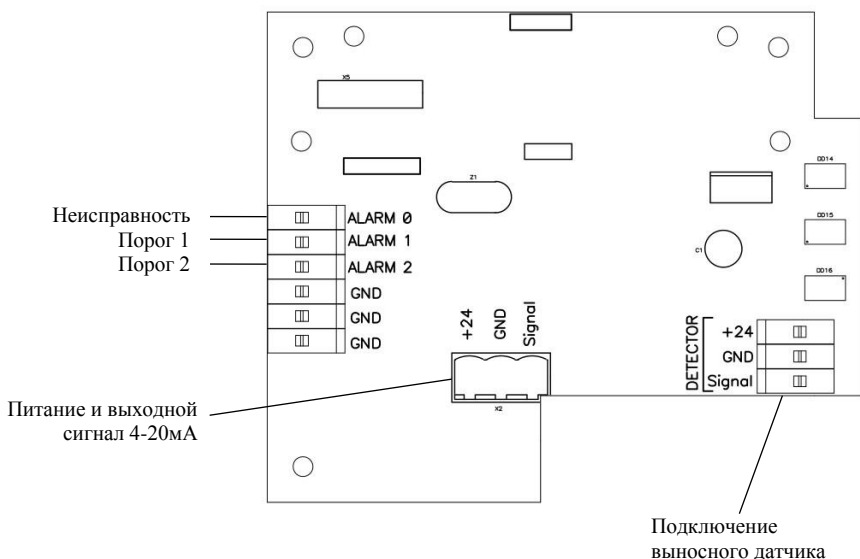

Рис.2 Чертеж основной печатной платы
2.2 Пульт имеет три выходных управляющих сигнала: **Порог1, Порог2** и **Неисправность**. На основной печатной плате **Порог1** имеет маркировку ALARM1, **Порог2** – ALARM2, **Неисправность** – ALARM0 (см. рис.2). Нагрузка не более 100мА на каждый контакт.
строгом соответствии с маркировкой контактов, указанной на основной печатной плате (см. рис.2).